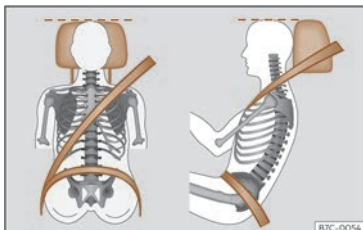

Fig. 17 Sangle bien ajustée et appuie-tête correctement réglé.
- Réglez l'appuie-tête de manière à ce que son bord supérieur soit, dans la mesure du possible, à la même hauteur que la partie supérieure de votre tête, et au moins à la hauteur de vos yeux¹⁾. Gardez la nuque le plus près possible de l'appuie-tête >>> **fig. 17**.
- Réglez le siège dans la longueur de manière à pouvoir actionner à fond les pédales avec les genoux légèrement fléchis et de manière à laisser une distance d'au moins 10 cm (4 pouces) entre les genoux et le tableau de bord >>> **fig. 17**.